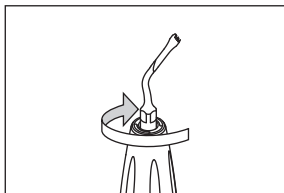

Fig. 1
- 1) Atornille la punta a mano en la pieza de mano hasta que esté ligeramente apretada (Fig. 1).